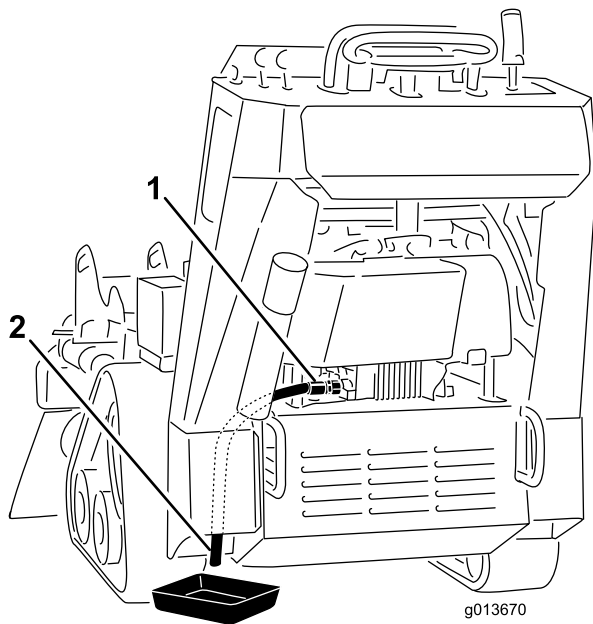

図 33
5. ドレンホースの下に廃油受けを置く。ドレンバルブを回して開き、オイルを排出する **図 33**。